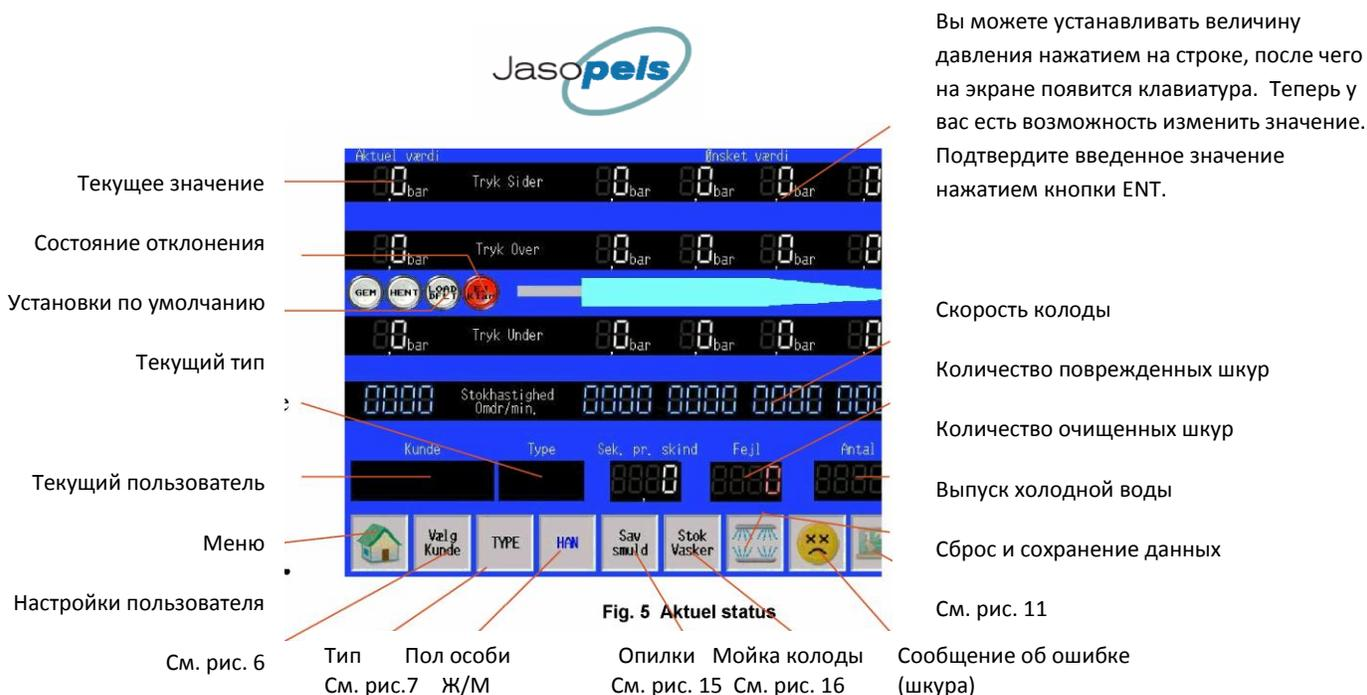

Рис. 5. Текущее состояние
- Автоматические средства управления мездрильной машины разработаны с целью управления и контроля боковым барабаном для кожи компании «Jasopels», конвейером для опилок компании «Jasopels» и винтовым конвейером для опилок компании «Jasopels» для возвращения материала, если они подключены к средствам управления посредством штепселя СЕЕ справа от шкафа подачи воздуха, рисунок 5. (Внешний разъем).
- Вы можете перейти к этому экрану, выбрав пункт «Статистика» - «Количество» на рис. 4 либо «количество» на рисунке с установками давления (рис. 5).